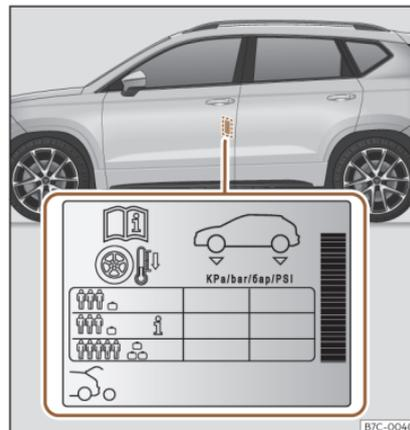

Fig. 204 Posizione dell'adesivo della pressione di gonfiaggio comfort degli pneumatici.
- Adattare la pressione degli pneumatici al carico del veicolo»» fig. 204 .
I valori della pressione di gonfiaggio degli pneumatici sono riportati sull'etichetta adesiva situata nella zona posteriore del telaio della porta anteriore sinistra»» fig. 204 .
A seconda del veicolo, è possibile adattare a mezzo carico la pressione di gonfiaggio degli pneumatici per aumentare il comfort di guida (pressione di gonfiaggio **i**)»» fig. 204). Quando si circola con la pressione di gonfiaggio comfort, il consumo di carburante può aumentare leggermente.
verrà caricato al massimo, è necessario aumentare la pressione di gonfiaggio al valore di carico più elevato indicato sull'etichetta adesiva»» fig. 204 .
Nel caso del ruotino di scorta (125/70 R18), gonfiare alla pressione di 4,2 bar come indicato nell'etichetta della pressione degli pneumatici»» fig. 204 .
- Il conducente è responsabile che tutti gli pneumatici del veicolo siano gonfiati alla pressione corretta. La pressione di gonfiaggio consigliata è indicata in un adesivo »» fig. 204 .
- Con gli pneumatici freddi, si deve mantenere sempre la pressione indicata sull'adesivo»» fig. 204 .